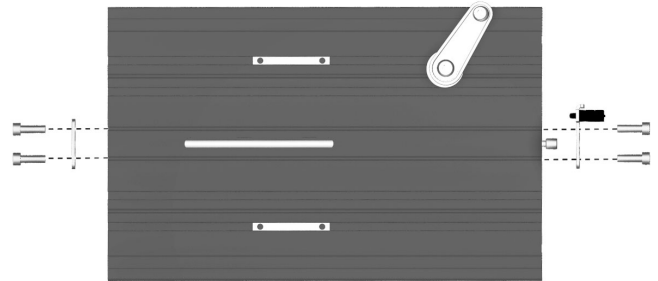

Abbildung 167. Die Halterungen der Einstellstange sind mit jeweils zwei Schrauben befestigt.
3. Halterungen der Einstellstange montieren, die mit je zwei Schrauben befestigt sind. Siehe Abbildung. 167.